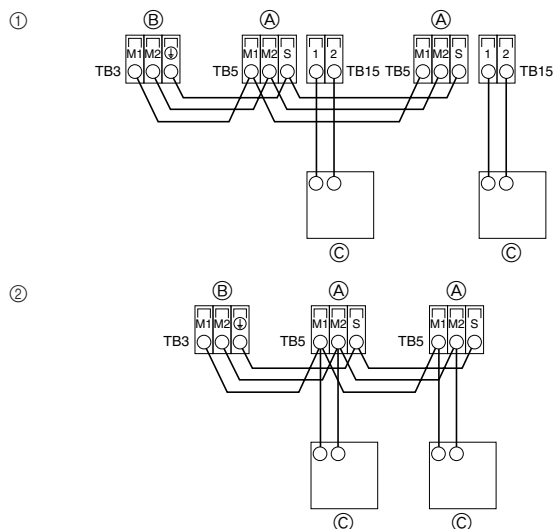

Fig. 4-2
4.2. Ligação dos cabos de transmissão do controle remoto e das unidades interior e exterior (Fig. 4-2)
- ① Controle remoto MA
- ② Controle remoto M-NET